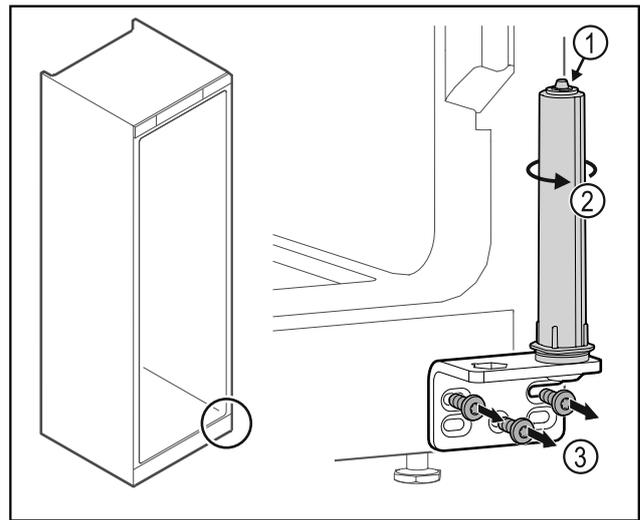

Fig. 36
- ▶ Не разглобявайте затварящата система на вратата Fig. 36 (1).
- ▶ Въртете затварящата система Fig. 36 (2), докато тя щракне.
- ▶ Развинтете ъгла на пантата Fig. 36 (3).